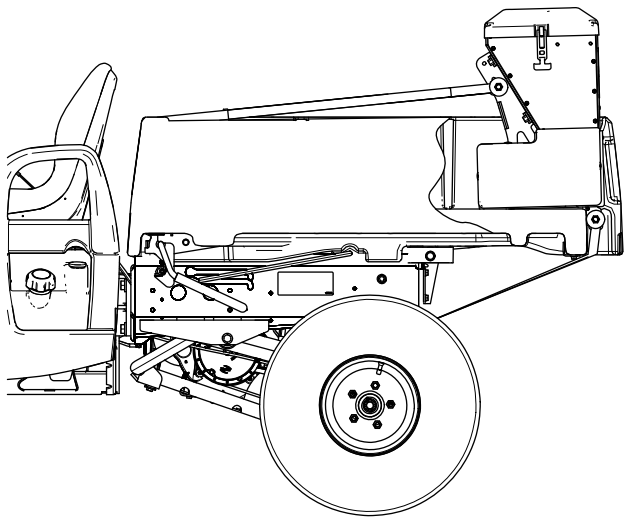

图 20
2. 将撒布机滑到 UTV 车箱上直至车箱止动装置接触到车箱 图 20。